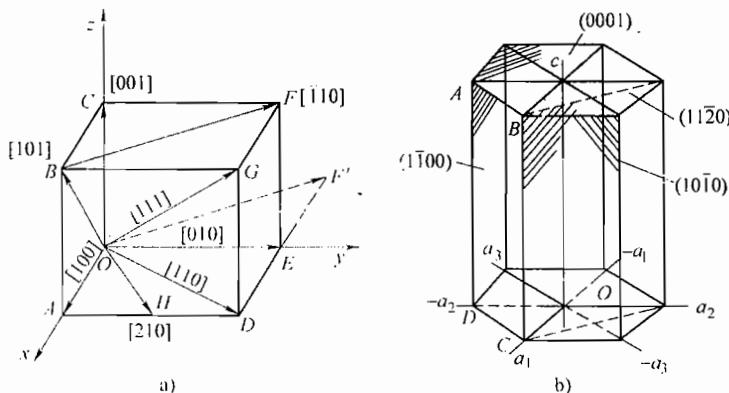

图 17-2 第一题解答图
一、如图 17-2 所示。在图 17-2a 中,  $ACE$  所在晶面为 (111) 晶面, 该面内的  $\overrightarrow{AC}$  为  $[\bar{1}01]$ ,  $\overrightarrow{AE}$  为  $[\bar{1}10]$ ,  $\overrightarrow{CE}$  为  $[01\bar{1}]$ 。在图 17-2b 中,  $[11\bar{2}0]$  晶向为  $Oa_3$  反方向,  $(1\bar{1}00)$  晶面为  $ABCD$  面。